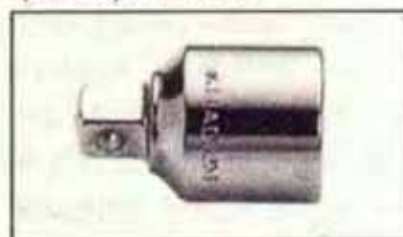

Рис.7. Переходник.
**Переходники** (рис. 7) предназначены для формирования сборного инструмента из составных частей с разными размерами ПК.